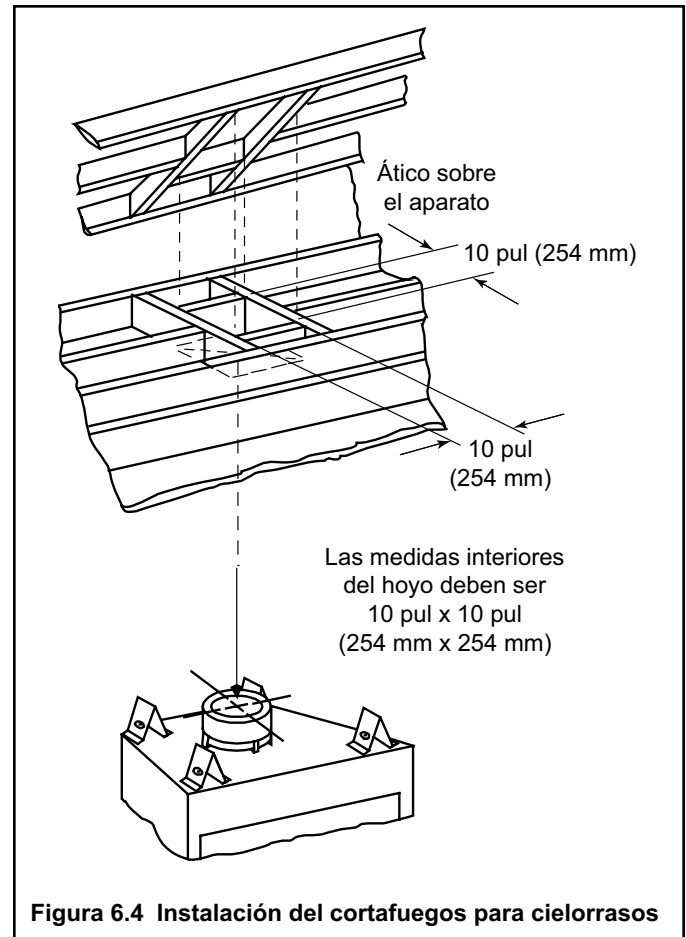

Figura 6.4 Instalación del cortafuegos para cielorrasos
- Enmarque una abertura de 10 pulg. x 10 pulg. siempre que un sistema de ventilación penetre un cielorraso o piso (vea la figura 6.4).